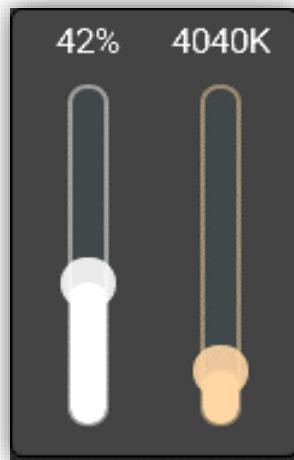

Figure 53. Contrôle avec 1 bouton - Fenêtre de contrôle de l'éclairage
Un appui sur le bouton du contrôle ouvrira une fenêtre de contrôle. Cette fenêtre disposera toujours d'un slider pour le contrôle du niveau de luminosité et, en fonction de la configuration, elle pourra disposer d'un variateur additionnel pour la température de la couleur, comme dans la Figure 53. Les ordres de contrôle seront envoyés au moyen des objets "[Cx] Lumière - Contrôle en variation" et "[Cx] Lumière – Contrôle de la couleur de température".
- **Type de contrôle** [Slider / Bouton] : si l'option "Bouton" est sélectionnée, la variation de la luminosité ne pourra être effectuée qu'au moyen des boutons de la case. Par contre, si c'est l'option "Slider" qui est sélectionnée, le contrôle précis sera aussi disponible et l'indicateur central permettra, alors, d'ouvrir la fenêtre des sliders (voir Figure 53). De plus, avec cette option, la fonctionnalité suivante sera activée :